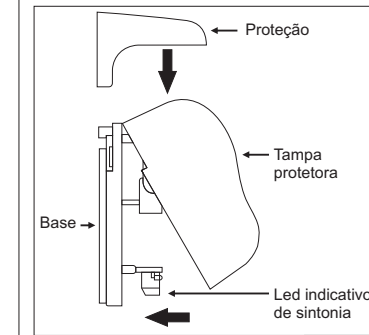

Figura 5
- Verifique se o led indicativo de sintonia localizado na unidade RX está apagado indicando que as unidades estão alinhadas (Figura 5);